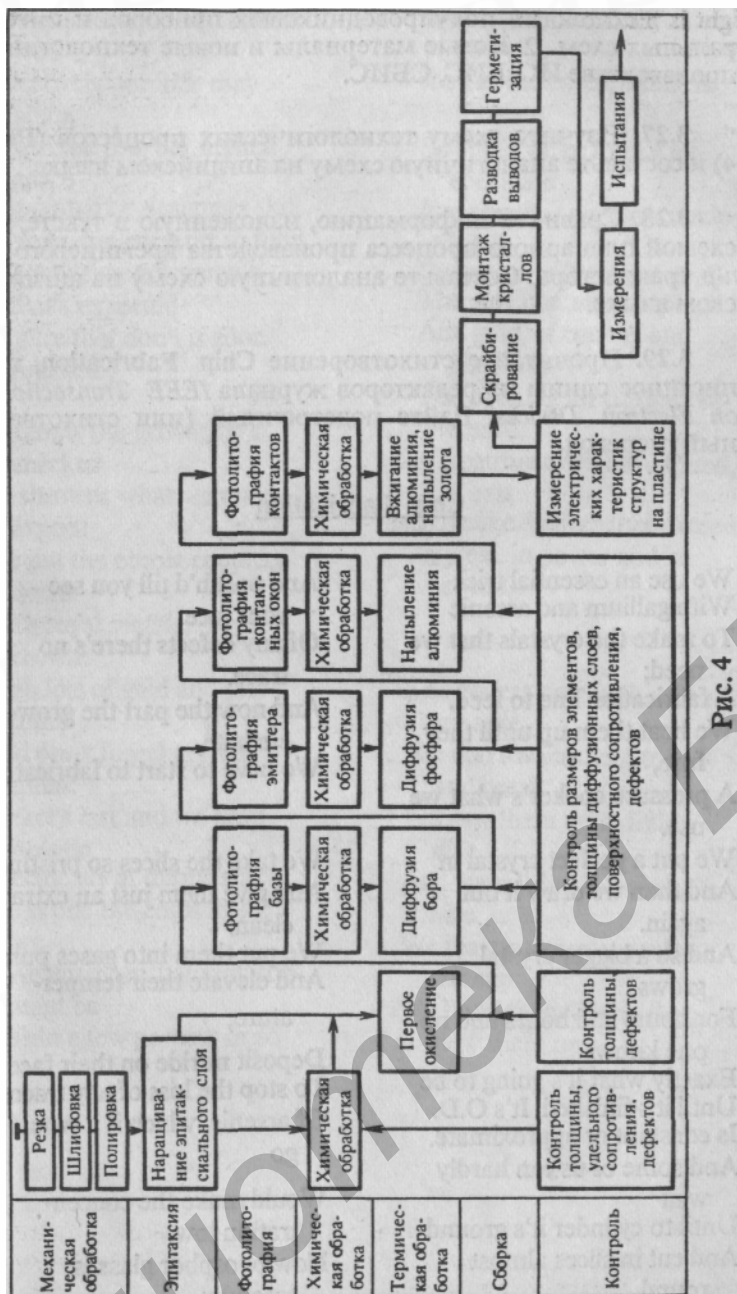

Рис. 4
3.27. Изучите схему технологических процессов (Рис. 4) и составьте аналогичную схему на английском языке.